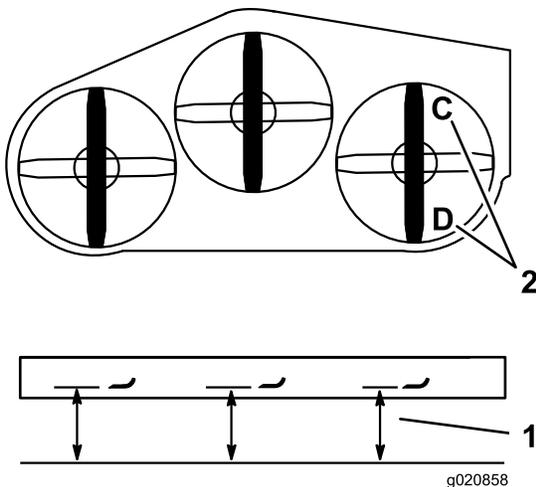

Bild 84
1. Stellen Sie das rechte Schnittmesser in Längsrichtung (Bild 84).
2. Messen Sie das rechte Messer an der Stelle **C** von einer ebenen Oberfläche bis zur Schnittkante der Messerspitze und notieren Sie den Wert (Bild 84).
3. Messen Sie das rechte Messer an der Stelle **D** von einer ebenen Oberfläche bis zur Schnittkante der Messerspitze und notieren Sie den Wert (Bild 84).
4. Das Schnittmesser sollte an Stelle **C** 6 mm bis 10 mm niedriger sein als an Stelle **D** (Bild 84). Sollte die Einstellung nicht richtig sein, machen Sie mit den folgenden Schritten weiter.